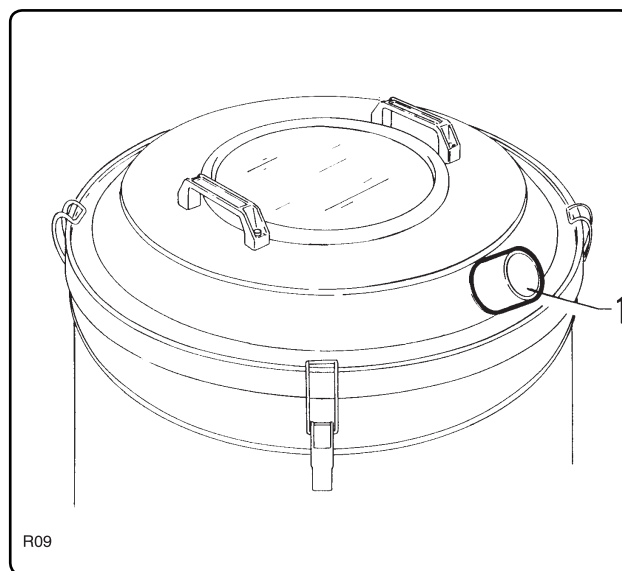

Fig. 5.3.1
5.3 - Verificarea conexiunii electrice (fig. 5.3.1)